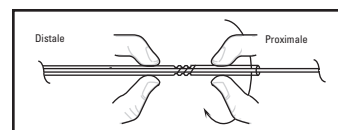

Figure 3. Verrouillage par rotation dans le sens horaire
5. Verrouiller le système de verrouillage Twist-Lock en effectuant une rotation dans le sens des aiguilles d'une montre (voir Figure 3) et insérer l'extrémité distale effilée de la gaine d'introduction dans la valve hémostatique rotative et dans l'embase du microcathéter à 2 extrémités jusqu'à ce que la gaine soit bien en place. Un léger gauchissement de la gaine d'introduction indique que le positionnement est correct. Resserrer suffisamment la valve hémostatique rotative autour de la gaine d'introduction pour empêcher le sang de refluer, mais en la laissant assez lâche pour que le coil ne soit pas endommagé lors de son introduction dans le microcathéter.